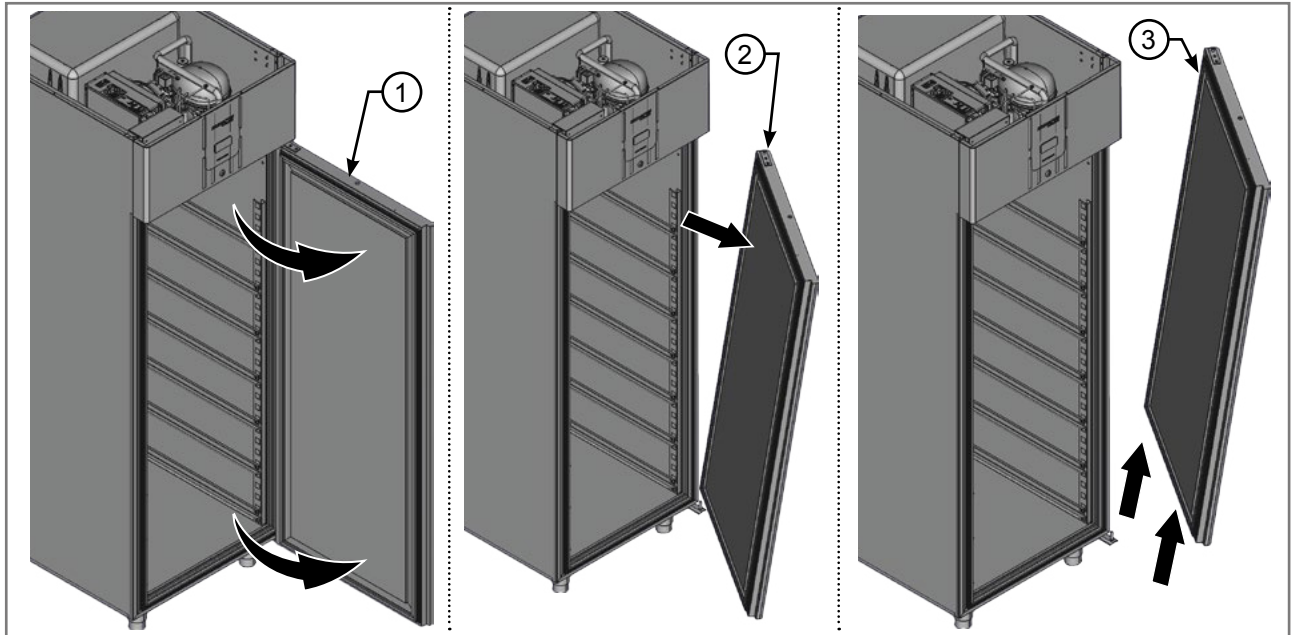

Abb. 3.19 - Demontage der Tür
- Zu zweit die Tür öffnen (1 – Abb. 3.19), diese entfernen (2 – Abb. 3.19) und sie anheben (3 – Abb. 3.19) und dabei äußerst vorsichtig vorgehen.